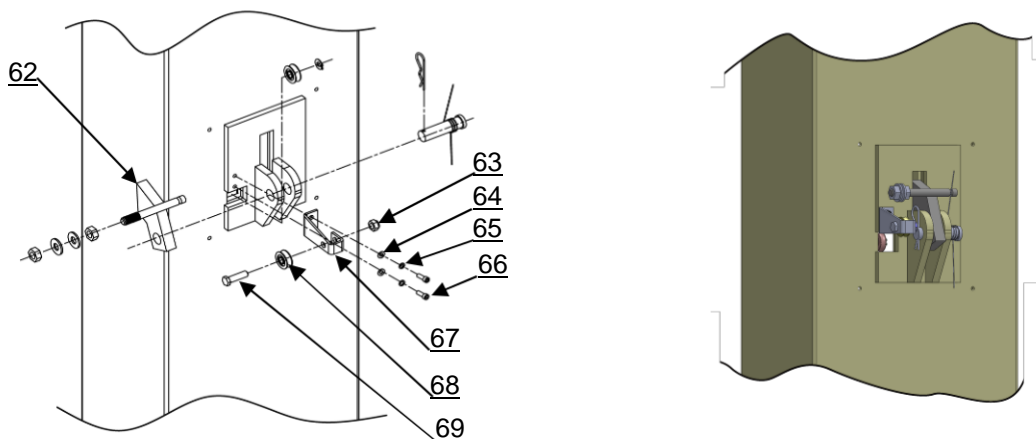

Рис. 15
2. С помощью перфоратора, сделайте отверстия для анкеров, затем установите и затяните их (см. рис. 15).